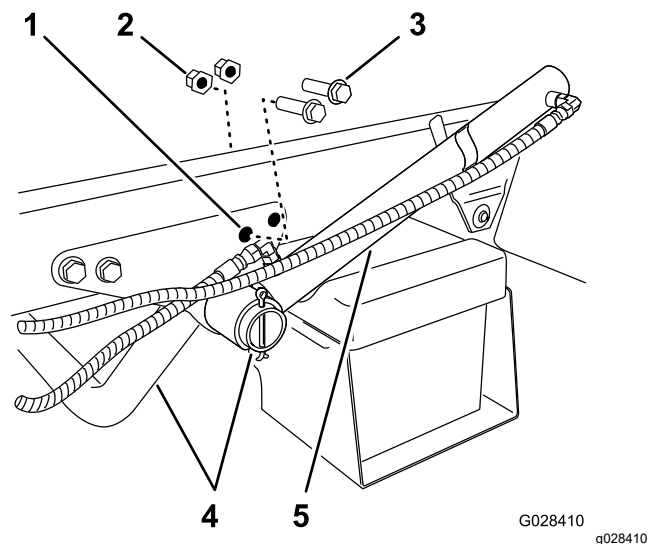

Figura 6
1. Retire los dos pernos con arandela prensada traseros y las dos contratueras con arandela prensada que fijan la placa de soporte del tubo del motor al bastidor de la máquina (Figura 6).
2. Gire el cilindro de elevación hasta obtener el espacio necesario para instalar el soporte de amarre del patín del depósito (Figura 6).